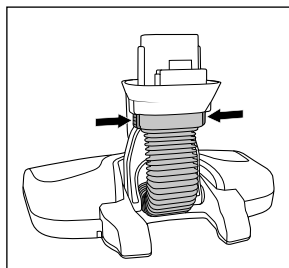

Abb. 17
- ◆ Drücken Sie beide Entriegelungstasten **13** am Schlauchstück zusammen und ziehen das Schlauchstück ab (siehe Abb. 17).